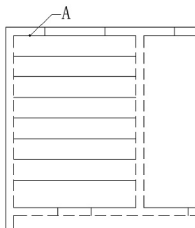

图 5.26 偏移形成楼板
(1) 启动**【偏移】**命令,将 A 线以 $620(620=600+20)\text{mm}$ 的距离向下偏移 7 次,如图 5.26 所示。